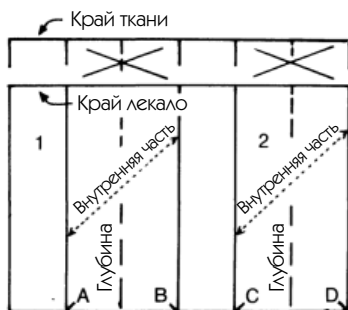

Рис. 466
3. Отделив лекало, не убирайте его, а сместите его чуть вниз, для того, чтобы правильно обозначить (с помощью мела или карандаша) на изнаночной стороне ткани все глубины складок. Нарисуйте большой крест поперек, например, как на рис. 466.
1. На изнаночную сторону разложенной в один слой ткани положите лекало изнаночной стороной кверху, чуть смещая его, как показано на рис. 466.